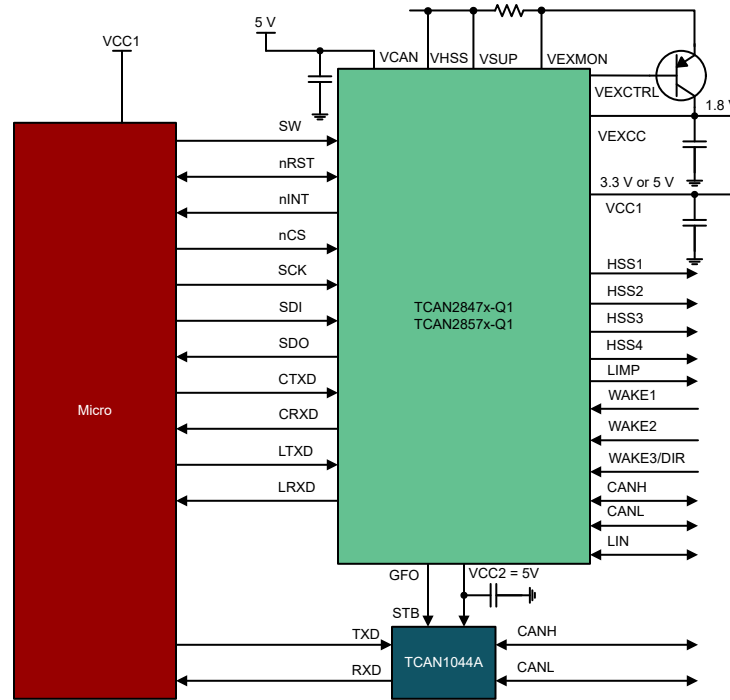

图 10-6. 使用 CAN FD 收发器进行通道扩展
- 两个 CAN FD 收发器和一个 LIN 收发器（使用 TCAN2847x-Q1），并配备一个八引脚的 CAN FD 收发器，请参阅图 10-6